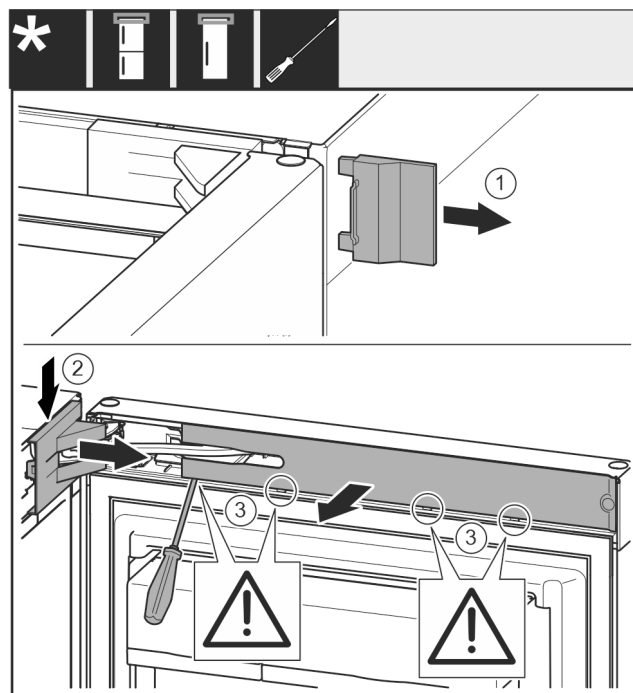

Fig. 7
- ▶ Rimuovere la copertura esterna. Fig. 7 (1)
- ▶ Disinnestare e allentare la copertura del blocco di supporto. Rimuovere la copertura del blocco di supporto. Fig. 7 (2)
- ▶ Disinnestare il pannello con un cacciavite a testa a intaglio e ruotarla lateralmente. Fig. 7 (3)